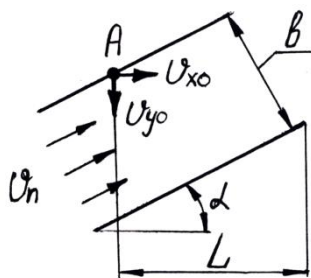

Рис. 1.9
1.27. Частка А масою m , яка має складові початкової швидкості v_{x0} та v_{y0} , потрапляє у верхню частину похилого повітряного каналу (кут нахилу до горизонту α) (рис.1.9). Швидкість повітря у каналі v_n .